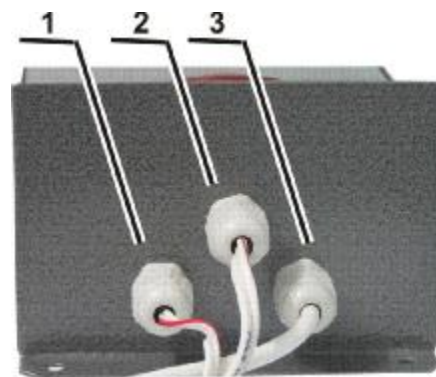

Рис.2 Вид снизу
2.2.6. Подсоединить кабели согласно Рис.2.
К внутренней стороне лицевой панели ПГС-5-1Х0 прикреплен громкоговоритель. Лицевая панель в месте крепления динамика имеет жалюзи. На нижней стенке пульта расположены ввод сетевого питания, линия связи и линия для подключения рупорного громкоговорителя (см. Рис. 2).